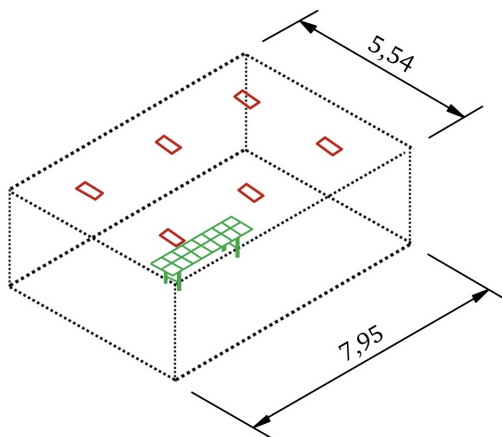

Figura 1: Laboratorio de iluminación
1. Encender los luminarios del laboratorio para utilizarlos como fuentes de luz que iluminen la mesa de trabajo que es posicionada sobre el centro del local como se muestra en la figura 1. La mitad de la mesa debe quedar dentro del cuarto oscuro.